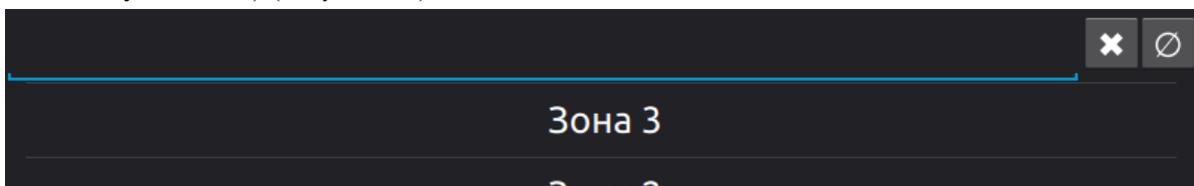

Рисунок 26 - Меню сортировки
- показывать меню сортировки (включение отображения поисковой строки и кнопки сортировки в меню трансляции, возможные сортировки: в алфавитном порядке, по возрастанию и убыванию) (Рисунок 26);